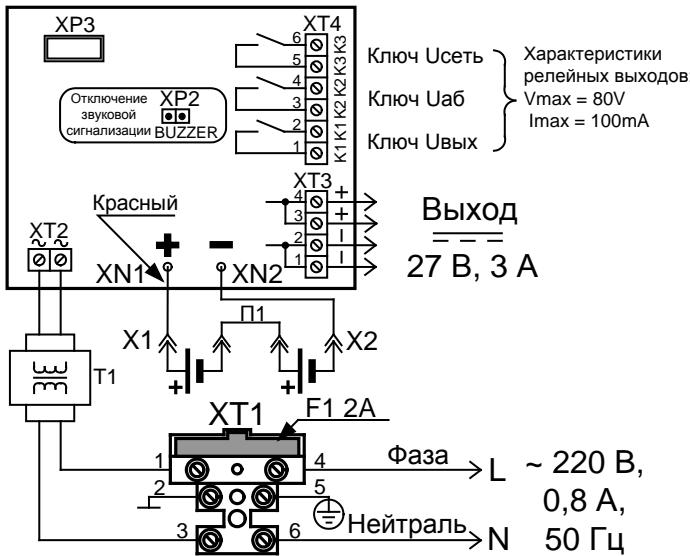

Рисунок 1 Схема подключения РИП
1.2.15 РИП обеспечивает возможность отключения звуковой сигнализации путём снятия перемычки с разъёма XP2 (расположение разъёма показано на Рис. 1).
Внимание! При подключении внешнего питающего напряжения 220 В к сетевой колодке необходимо соблюдать правильность подключения проводов «фаза» и «нейтраль». Подключение производить в соответствии с рисунком, расположенным на внутренней стороне корпуса или в соответствии с Рис. 1 данной этикетки.
- в) подключить нагрузку к выходной клеммной колодке, соблюдая полярность (XT3/1,2 – «-», XT3/3,4 – «+», см. Рис. 1).
ж) При необходимости организации дистанционной сигнализации наличия сетевого напряжения, выходного напряжения и напряжения батареи подключить выходы оптореле K1, K2 и K3 к шлейфам сигнализации приборов согласно Рис. 1. Состояния цепей оптореле приведены в Таблице 1.